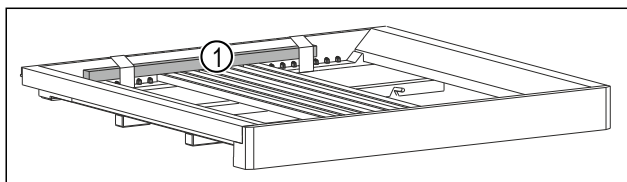

Fig. 47 *
- ▶ Távolítsa el a farudat Fig. 47 (I).*